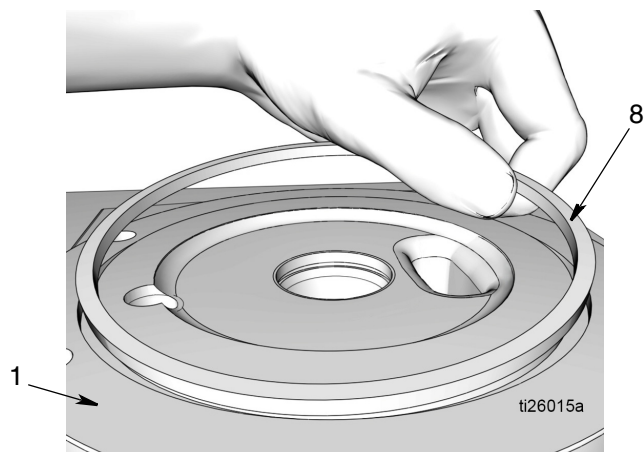

Рис. 31
22. Извлеките прямоугольное уплотнительное кольцо круглого сечения (8) из основания насоса (1) (Рис. 31). Для надлежащей утилизации утилизируйте уплотнительное кольцо круглого сечения в соответствии со всеми правовыми нормами.